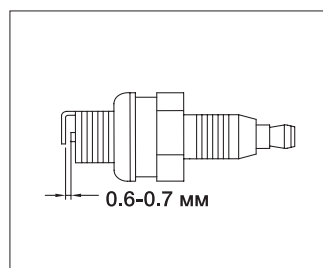

Рис. 16
- Замените заглушку, если центральный электрод изношен закругленным на конце. Искровой зазор 0,6-0,7 мм (**рис. 16**)